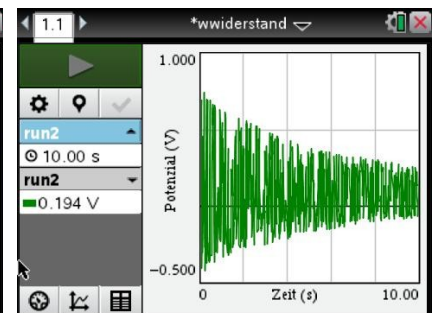
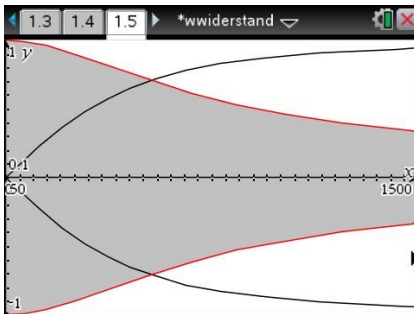

Bild 16.3
Bild 16.4
2. Bild 16.3 zeigt das Tiefpassverhalten. Einzelne Schwingungen des Tongenerators sind natürlich nicht zu erkennen; man müsste sich den Bereich ganz ausgefüllt und durch eine Hüllkurve begrenzt vorstellen. Diese Hüllkurve stellt den experimentell gewonnenen Verlauf der sogenannten Übertragungsfunktion dar. Außerhalb des dargestellten Bereiches verlaufen die Hüllkurven weitgehend waagrecht.
Die Graphen zu diesen Funktionen sind in Bild 16.4 dargestellt; zur Verdeutlichung ist beim Tiefpass der Bereich, der dem Bild 16.3 entspricht, eingefärbt worden. Zumindest in Teilen stimmen die Hüllkurven der Bilder 16.2 und 16.3 mit diesen Graphen überein. Das muss auch so sein, denn in Bild 16.4 ist ein Frequenzbereich dargestellt, der von 0 bis 1500 Hz reicht. Bei Tongeneratoren ist der Frequenzbereich jedoch in Zehnerpotenzen gestaffelt, sodass immer nur in einem Teilbereich gemessen werden kann.